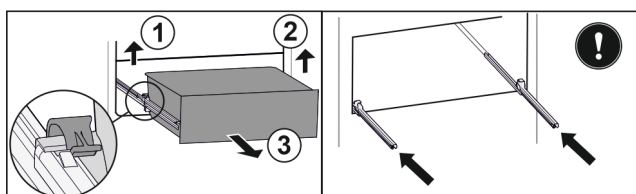

Fig. 38
- ▶ Ridicați clema din stânga și trageți concomitent sertarul din stânga spre înainte. Fig. 38 (1)
- ▶ Ridicați clema din dreapta și trageți concomitent sertarul din dreapta spre înainte. Fig. 38 (2)
- ▶ Extrageți sertarul spre înainte. Fig. 38 (3)